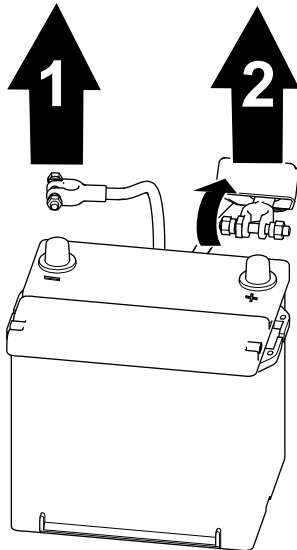

Bild 62
1. Trennen Sie das Minuskabel des Akkus vom Akkupol ab (Bild 62).